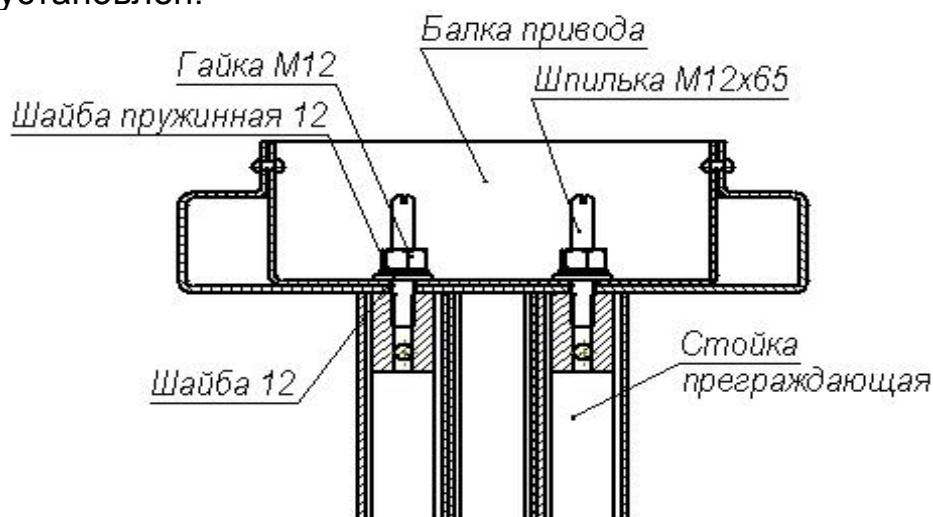

Рисунок 9 – Крепление балки привода (13) к стойке преграждающей (3)
- L** — зона выхода кабеля индикации (10) и кабеля считывателя (23)* из левой секции формователя прохода (6);
- R** — зона выхода кабеля индикации (11) и кабеля считывателя (24)* из правой секции формователя прохода (7);
- A** — зона входа кабелей (10), (11), (17), (18) и (21) в преграждающую стойку (3); зоны **L**, **R** и **A** показаны окружностями диаметром 25 мм;
- - - - — условное направление прокладки кабельных каналов** для кабелей индикации (10) и (11) и кабелей считывателей (23)* и (24)*
8.2.8 Вверните две шпильки $M12 \times 65$ в верхнюю часть преграждающей стойки (3) (см. рисунок 9).
8.2.13 Поверните балку (13) концом, на котором расположена DIN-рейка (рис. 3), к преграждающей стойке (3), а другим концом — к секциям (6) и (7) формователя прохода. Используя две стремянки, поднимите балку на высоту преграждающей стойки и обоприте её сверху на преграждающую стойку. Открепите концы кабелей от верхней планки преграждающей стойки (п. 8.2.9), пропустите их в отверстие балки и закрепите с помощью липкой ленты внутри балки. Наденьте балку на две шпильки, расположенные на преграждающей стойке (п. 8.2.8), наденьте на каждую шпильку шайбу 12, затем шайбу пружинную 12 и зафиксируйте положение балки двумя гайками $M12$ (см. рисунок 9), накрутив их до середины выступающей части шпилек.